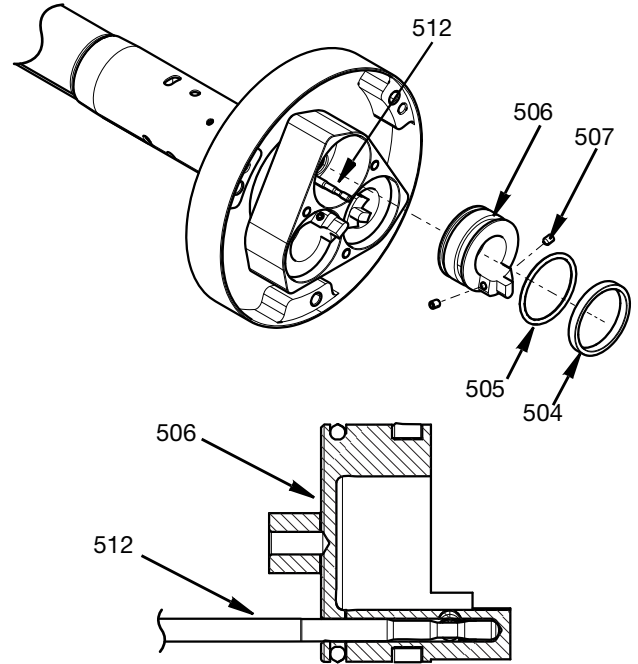

FIG. 31
- Halka contaları (505) ve kılavuz halkaları (504) sentetik bir gres ile yağlayın.
- Mil kapatma valfi deliğini mil kapatma valfi (512) ile hizalarken pistonları silindir muhafazasına (509) yerleştirin.
- Pistonları ve mil kapatma valfini, mil kapatma valfleri aşağıdan piston deliğine girecek şekilde itin. Bkz. FIG. 31.
- İki adet M4 vidaya (507) dış kilitleme maddesi (Loctite™ 242 Mavi veya eşdeğeri) uygulayın ve piston ve mil kapatma valfini birbirine kilitlemek için sıkın. 29,2 in-lbs (3,3 N•m) torkla sıkın.
- Mil kapatma valfinin ve pistonun hareketini kontrol edin, bağlayıcı olmadan eşit şekilde hareket edebiliyor olsunlar. Bkz. FIG. 31.